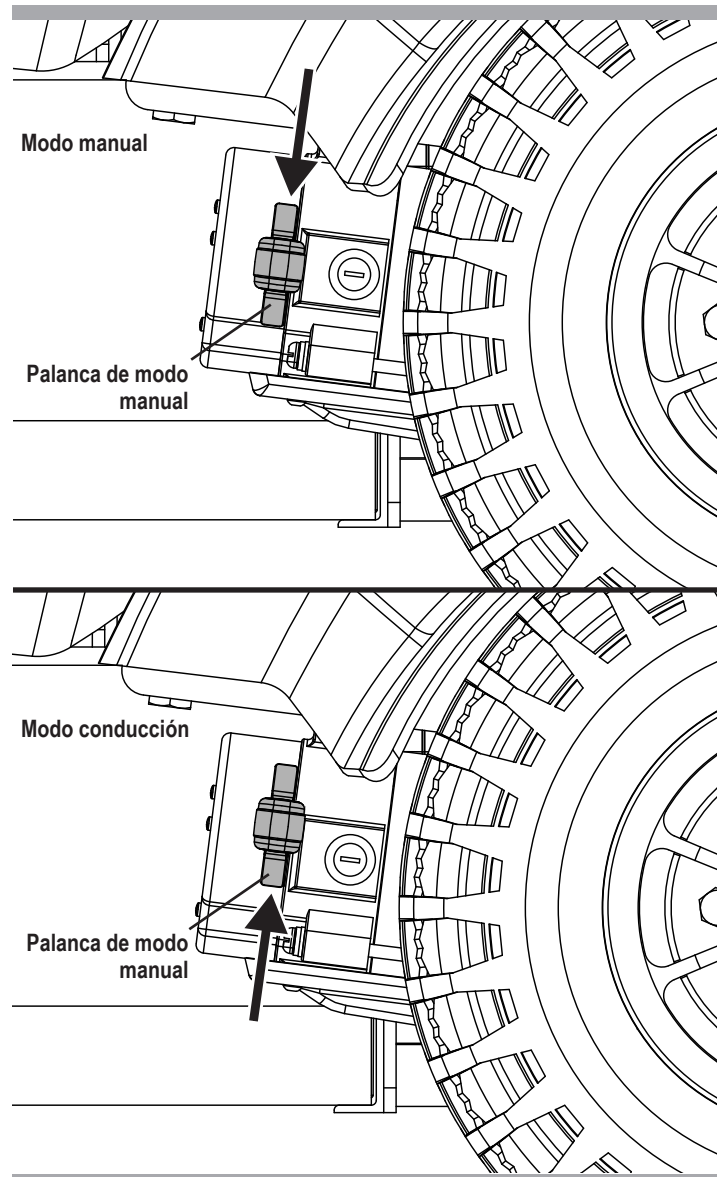

Figura 2. Operación de palanca de modo manual
1. Empuje las palancas hacia abajo para desactivar los motores. **Ver figura 2.**
2. Tire de las dos palancas hacia arriba para activar los motores. **Ver figura 2.**